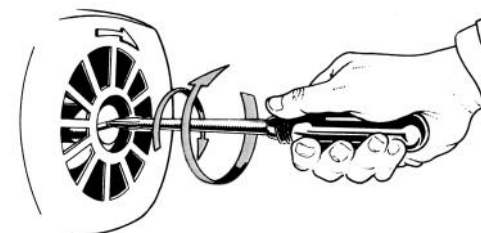

Figura 4: Desbloquear eje
Motor bloqueado	Desbloquee el eje (figura 4)
- Compruebe que el eje de la bomba gire libremente y no esté bloqueado (figura 4).